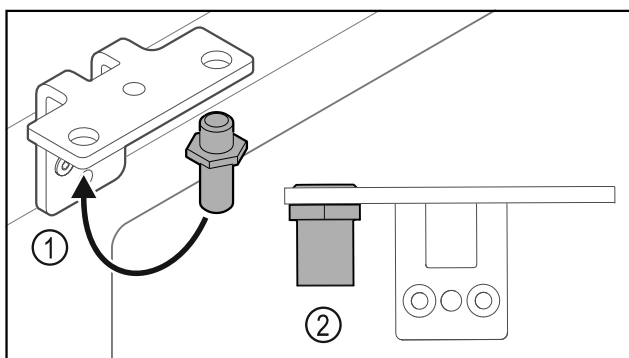

Fig. 33
- ▶ Sett om bolten Fig. 33 (1) i hengselvinkelen.
- ▶ Trekk til bolten Fig. 33 (2) med **et tiltrekkingsmoment på 12 Nm**.